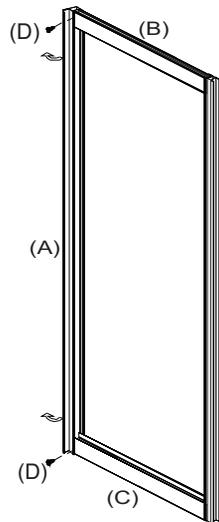

Fig. 1
- 2 Solte os parafusos (D) que fixam as travessas superior (B) e inferior (C) na bateadeira móvel (A) e gire a bateadeira conforme fig.1, liberando espaço para colocação do vidro.